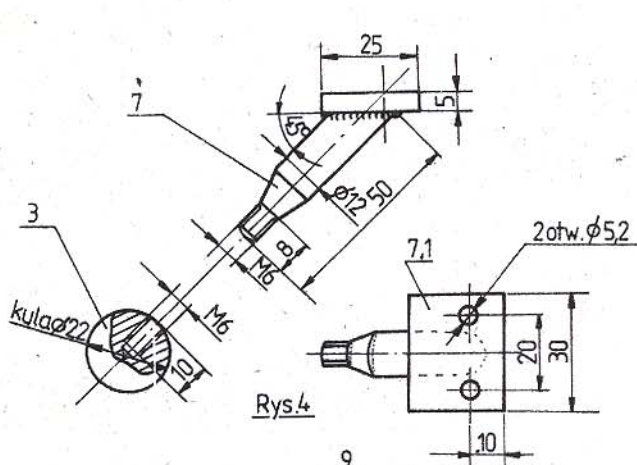

Rys.2
Ręczna obróbka małych elementów modeli wymaga jakże często wielokrotnego przymocowywania obrabianych elementów w celu obróbki wszystkich trudno dostępnych i niewygodnych miejsc. Zwykle małe imadła, nawet te obrotowe, umożliwiają mocowanie tylko w ograniczonym zakresie w poziomie, bez możliwości zamocowania lub ustawienia przedmiotu w innych położeniach. Uniwersalne imadła są w sklepach niedostępne, pozostaje nam zatem tylko samodzielne wykonanie. Proponowany przyrząd może być wykonany jako przenośny (rys. 1), mocowany w dowolnym miejscu, lub też mocowany na stałe (rys. 2). Obrót imadła w dowolne położenie odbywa się bardzo szybko, wystarczy tylko przesunąć dźwignię (5) w skrajne położenie, co powoduje zwolnienie kuli (3), ustawienie w dowolnie wybranym położeniu wysięgnika (7), po czym ponowne unieruchomienie kulą (3) przez przesunięcie dźwigni (5) w drugie, skrajne położenie.
Jeżeli decydujemy się na imadło mocowane w jednym miejscu na stałe, to wykonamy je dokładnie tak, jak to jest pokazane na rys. 2. Dla zwiększenia uniwersalności imadła przez możliwość jego dowolnego mocowania, w miejsce podstawki (16), założymy wspornik (18) wykonany ze stalowego ceownika szerokości 50 mm. Po obniżeniu jego bocznych ramion do wysokości 20 mm mocujemy go na podstawie (18.1) za pomocą wkrętów (18.2), wg. rys. 8.